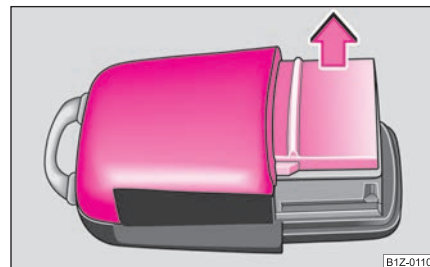

Fig. 24 Capacul carcasei emițătorului
- Scoateți capacul carcasei emițătorului ⇒ fig. 24 în sensul săgeții. ►